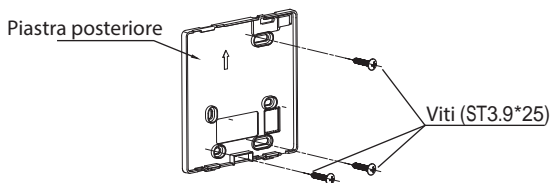

Fig 3-3
- Per il montaggio esposto, fissare la piastra posteriore alla parete con le 3 viti (ST3.9*25) e i tasselli. (Fig.3-3)